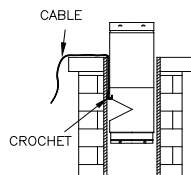

Fig. 10
4. Pour descendre le conduit dans la cheminée, nous suggérons l'utilisation d'un câble et d'un crochet fixé à l'embouchure du té. Assurez-vous que le câble soit à l'extérieur du conduit pour être en mesure d'ajouter des longueurs tout en descendant l'assemblage (fig. 10). Ajouter des longueurs jusqu'à ce que le conduit dépasse de 10" la cheminée de maçonnerie.